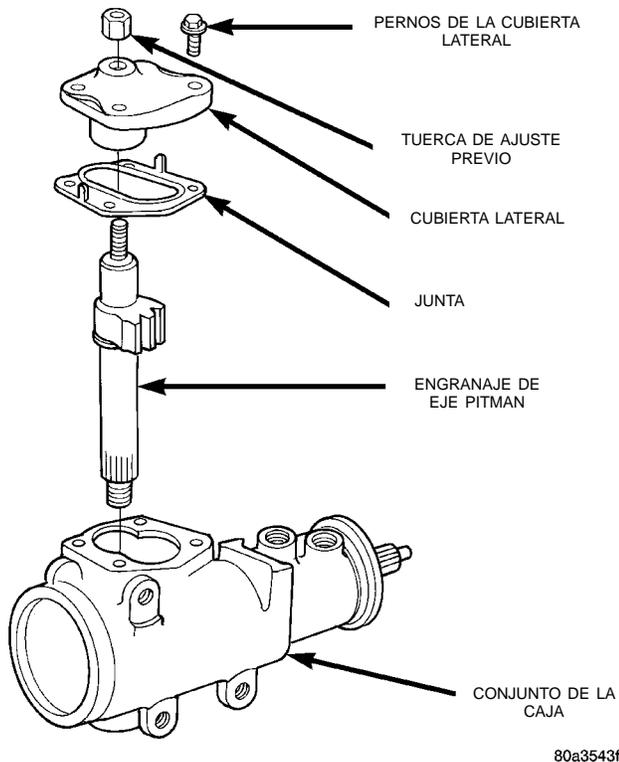
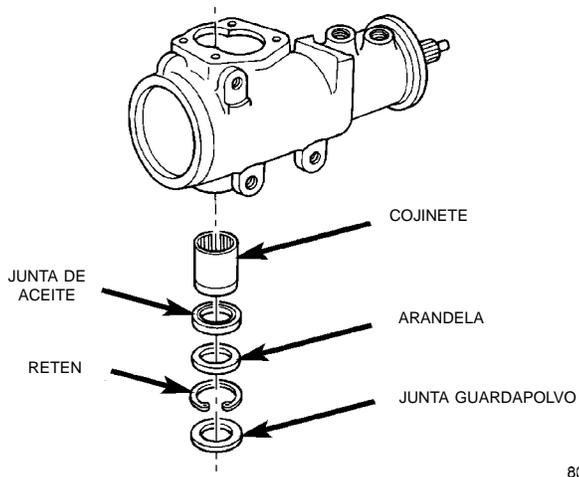

Fig. 8 Cubierta lateral y eje pitman
Fig. 9 Juntas de eje pitman y cojinete
(2) Retire la tuerca de ajuste previo (Fig. 8).
(3) Gire el eje corto para centrar el engranaje.
(4) Retire los pernos de la cubierta lateral y retire la cubierta lateral, la junta y el eje pitman como conjunto (Fig. 8).
(5) Retire el eje pitman de la cubierta lateral.
(6) Retire la junta guardapolvo de la caja con un extractor de juntas (Fig. 9).